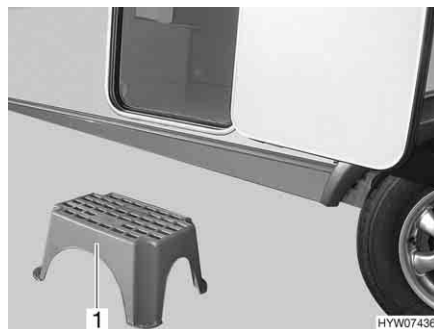

Fig. 19 Marchepied (amovible)
- Poser le marchepied (Fig. 19,1) devant l'entrée de la caravane.